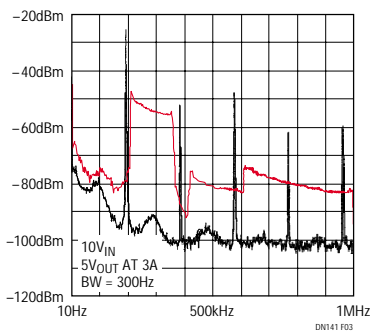
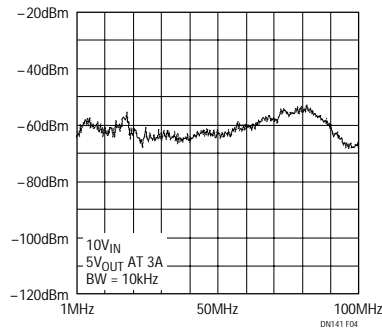

図3. 周波数拡散前後
図4. 周波数拡散による高周波数応答
1) LTC1436-PLLは、スイッチング・ノイズのスペクトラムを拡散させるスイッチング周波数変調が可能です。図3に示すとおり、周波数変調を通してピーク・エネルギーが減少し、広い周波数範囲にわたって拡散されます。公称190kHzのスイッチング周波数とその高調波を黒いトレースで示しています。色付きトレースはフェーズロック・ループ・ローパス・フィルタ(PLL LPF)ピンを100Hzのノコギリ波で変調した結果を示します。スイッチング周波数のエネルギーは変調時に20dB以上低減され、この例では第2および第3高調波がさらに減衰しています。図4は、図